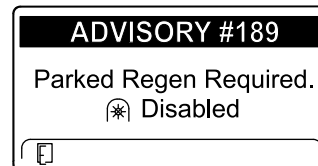

Figure 73
- Si vous n'exécutez pas de régénération en stationnement dans un délai de 2 heures, l'InfoCenter affiche ADVISORY #189 (avis n° 189) pour demander une régénération en stationnement – prise de force désactivée (Figure 73).